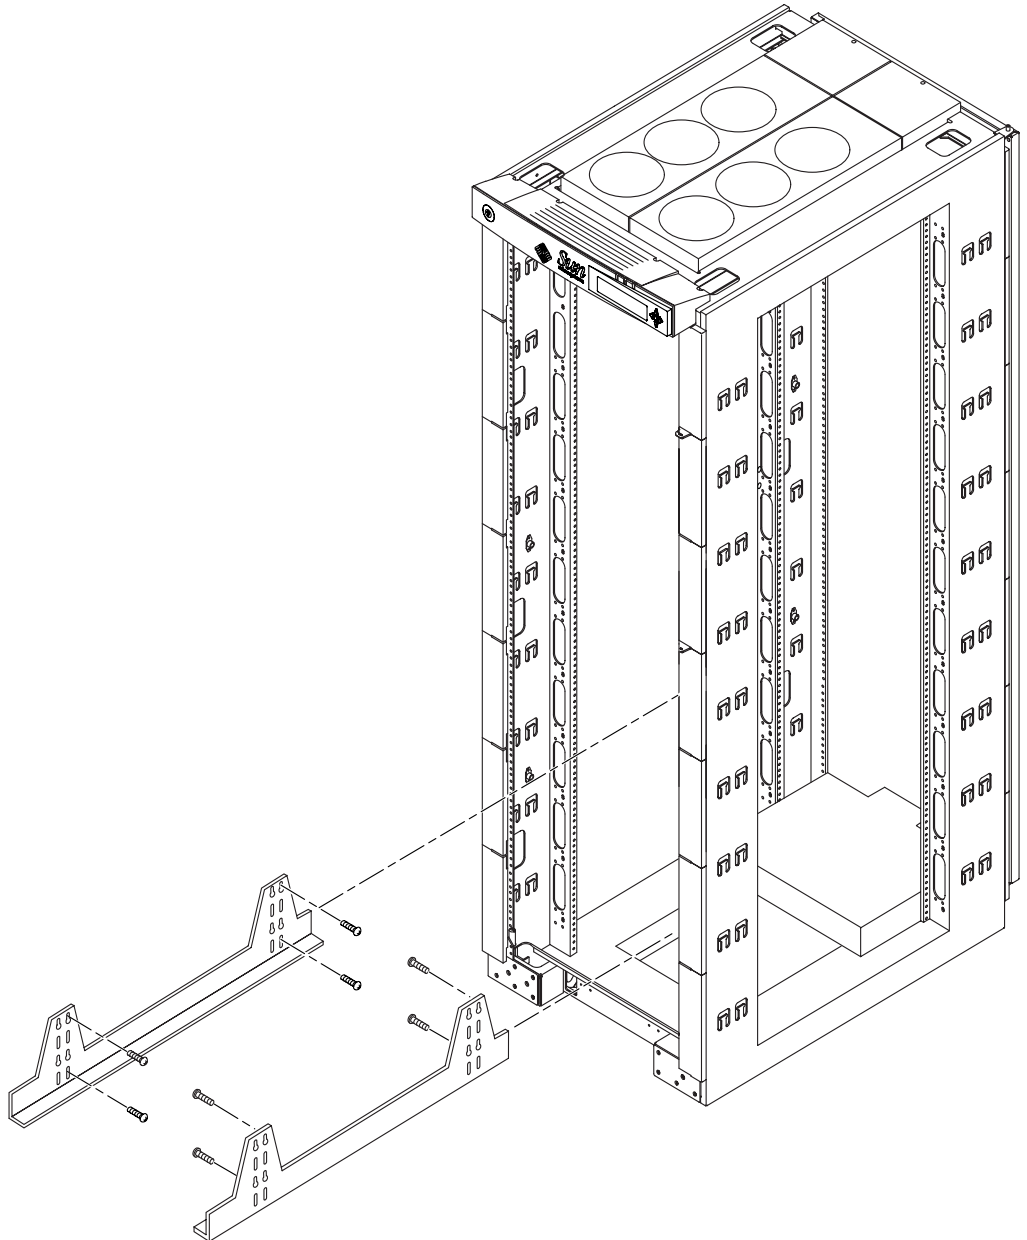

FIGURE 3-2 Installation des supports de fixation dans l'armoire Sun Fire
2. Installez les rails dans l'armoire Sun Fire en utilisant quatre vis de montage pour chaque rail (FIGURE 3-2).